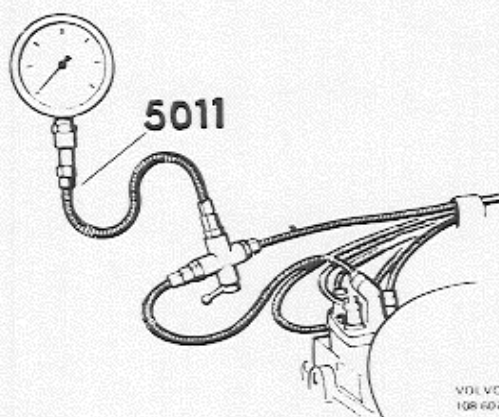

Abb. 2-47 Anschlußweise für Manometer, Messung von Systemdruck und Abstelldruck
1. Ein Manometer 5011 zwischen Kraftstoffmengenteiler und Steuerdruckregler anschließen, siehe Abb. 2-47. Manometer-Absperrhahn in Richtung Kraftstoffmengenteiler drehen.